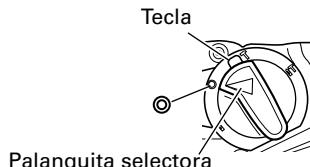

Fig. 13
- (1) Monte el puntero o el cincel.
- (2) Presione el botón de empuje y coloque la palanquita selectora en la marca . (Fig. 13)